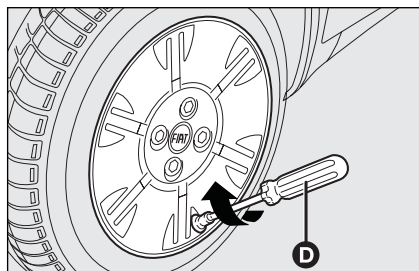

fig. 17
- ☐ avvitare nuovamente l'elemento interno valvola mediante l'utilizzo dell'attrezzo **D-fig. 17**;